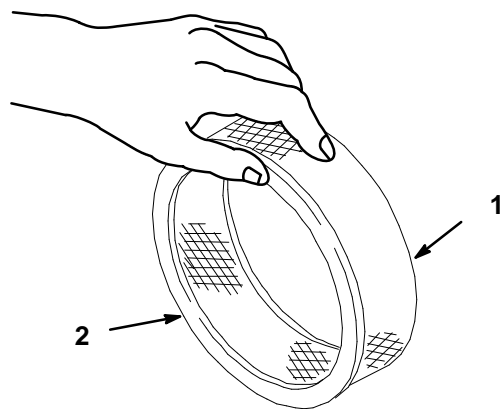

Figure 19
- Tapoter l'élément sur une surface plane pour le débarrasser de la poussière et des saletés (Fig. 19).